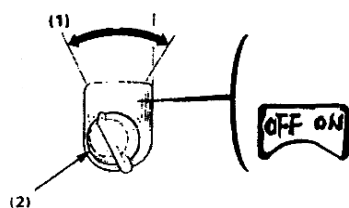

Fig. 24
- 3) Portare l'interruttore del motore in posizione OFF. (Fig. 24)